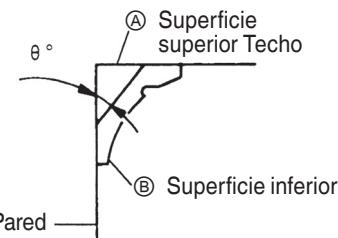
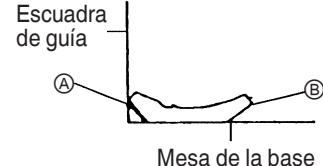
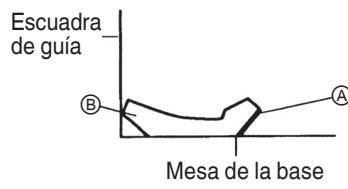

Fig. 25
Fig. 29
Fig. 30
En la Fig. 25 se muestran los tipos de moldura en vértice con ángulos de 38° y 45°.
- ③ Coloque la moldura en el vértice de forma que la superficie superior (@ de la Fig. 25) entre en contacto con la escuadra de guía como se indica en la Fig. 29.
- ③ Coloque la moldura en el vértice de forma que la superficie superior (Ⓐ de la Fig. 25) entre en contacto con la escuadra de guía como se indica en la Fig. 30.